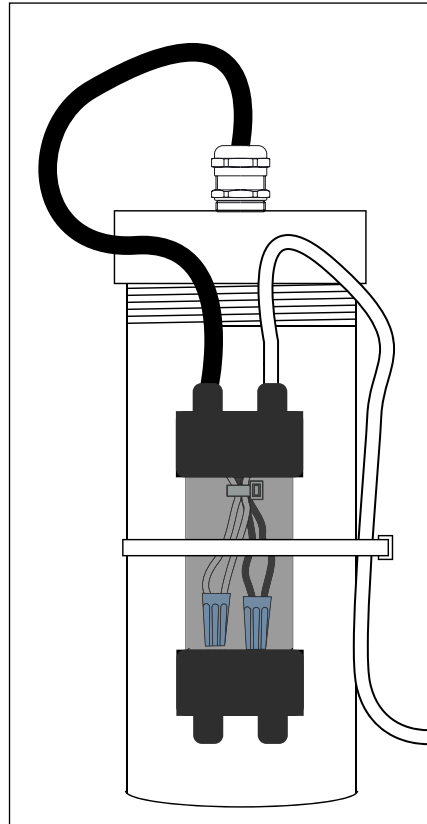

Abbildung 23. Sicherung des Spleißgehäuses mit Kabelbinder
10. Warten Sie mindestens fünf Minuten und verwenden Sie dann den großen Kabelbinder, um die Verbindung am Steigrohr oder am Sondenbehälter zu befestigen (siehe Abbildung 23).